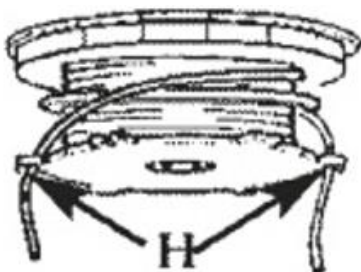

Рис. 16
6. Вставьте каждый конец лески в щель (H) (Рис.16)